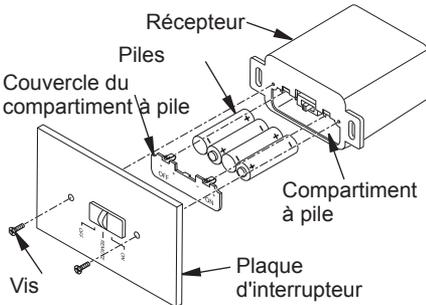

Figure 27 - Installation des piles du récepteur
2. Enlevez la plaque d'interrupteur du récepteur (voir figure 27).
3. Enlevez le couvercle du récepteur afin d'exposer le compartiment à pile (voir figure 27).
4. Posez 4 piles AA dans le compartiment en respectant la polarité des piles indiquées sur le couvercle enlevé à l'étape 3 (voir figure 27).